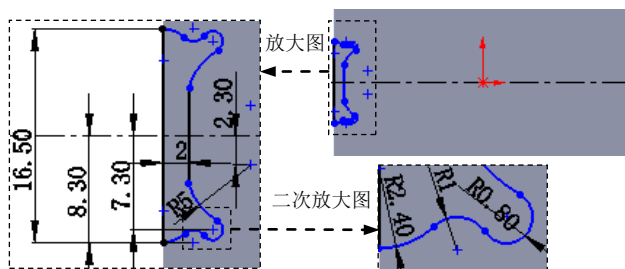

图 5.7 横断面草图
② 定义横断面草图。在草图环境中绘制图 5.7 所示的横断面草图。
(3) 定义切除深度属性。在“切除-拉伸”对话框 **方向 1** 区域的  下拉列表中选择 **给定深度** 选项, 选中 ☒ **与厚度相等(L)** 与 ☒ **正交切除(N)** 复选框。其他采用系统默认设置值。
(4) 单击  按钮, 完成切除-拉伸 1 的创建。